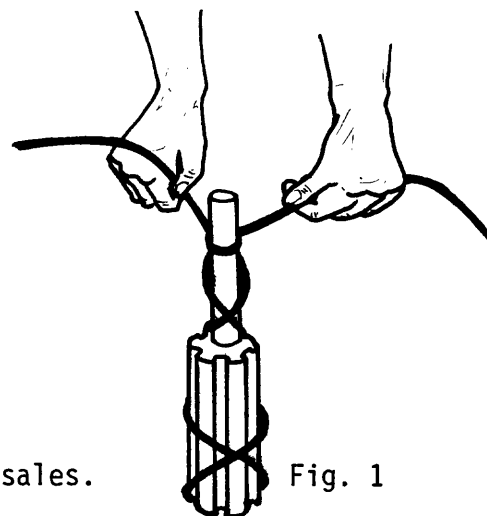

Fig. 1
- ___ a Sujete la pieza con alambre o colóquela en un cesto o en un dispositivo de sujeción (fig. 1).